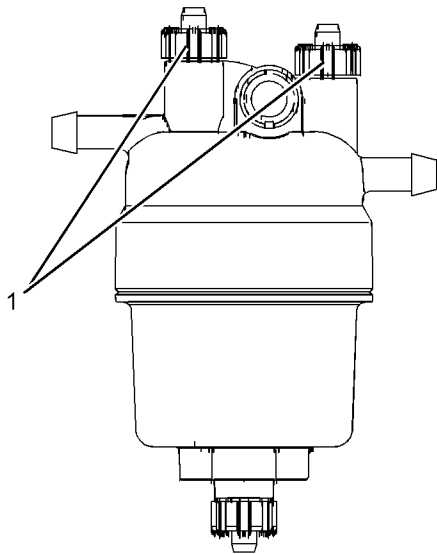

图 58
在充注燃油细滤器之前，确保空气已从燃油粗滤器中排出，请参阅图 58。
确保排出粗滤器中的空气。松开通风螺钉 (1)。参考图 58。操作注油泵。当通风螺钉中流出不含气泡的燃油时，拧紧通风螺钉。